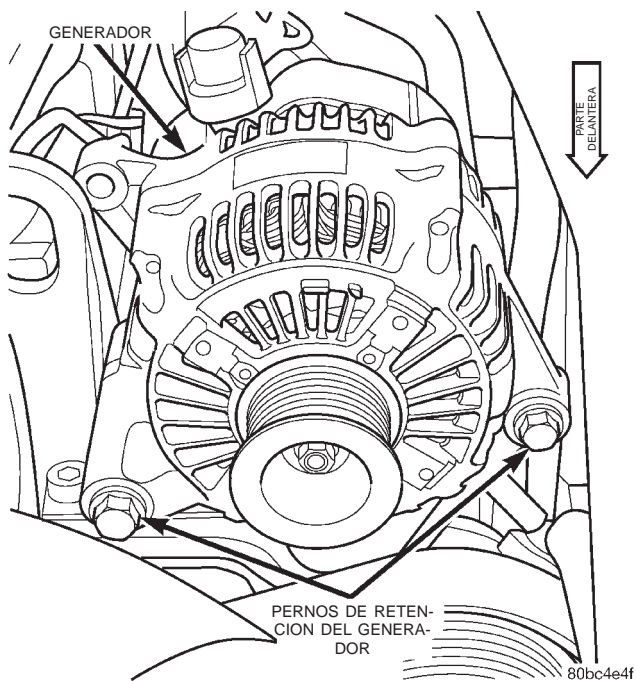

Fig. 3 Pernos de retención del generador
(5) Retire los pernos de retención del generador (Fig. 3) y retire el generador del vehículo.